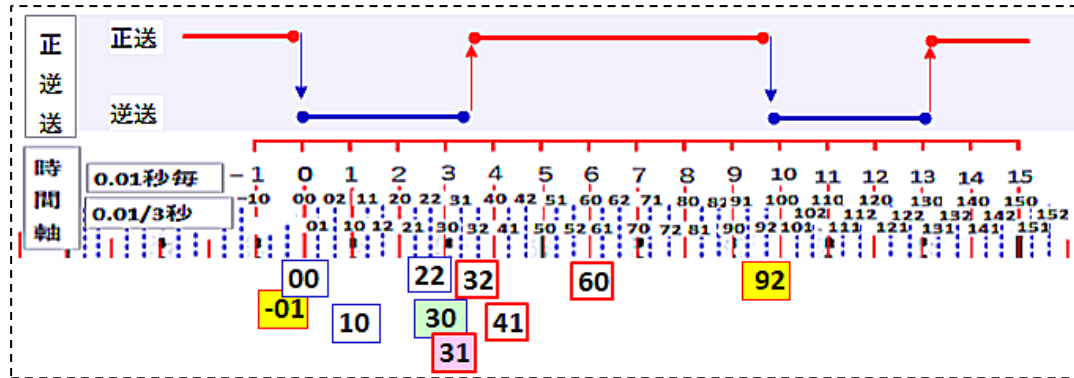

図 268-3 S-AWP 溶接法による正送・逆送と測定時間との関係 (拡大)
3) 測定した波形と送給ワイヤの正送・逆送時のタイミング (図 268-3 および表 268-1 参照)